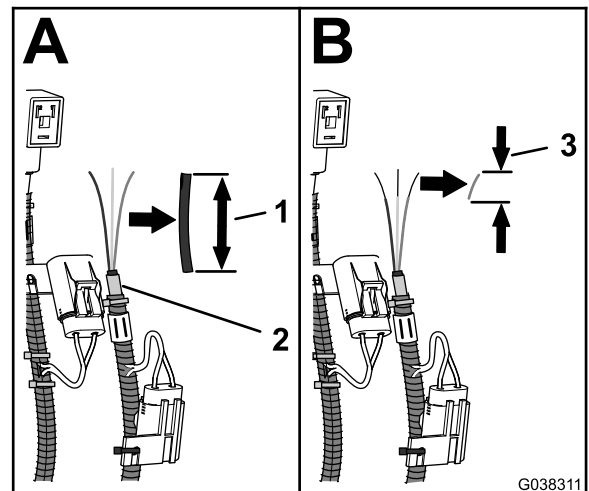

Bild 33
6. Schneiden Sie einen 70 mm großen Teil des Mantels vom DIN-Stecker-Kabelbaum ab (Bild 33).
7. Entfernen Sie 8 mm der Isolierung von den drei Kabeln des DIN-Stecker-Kabelbaums (Bild 33).